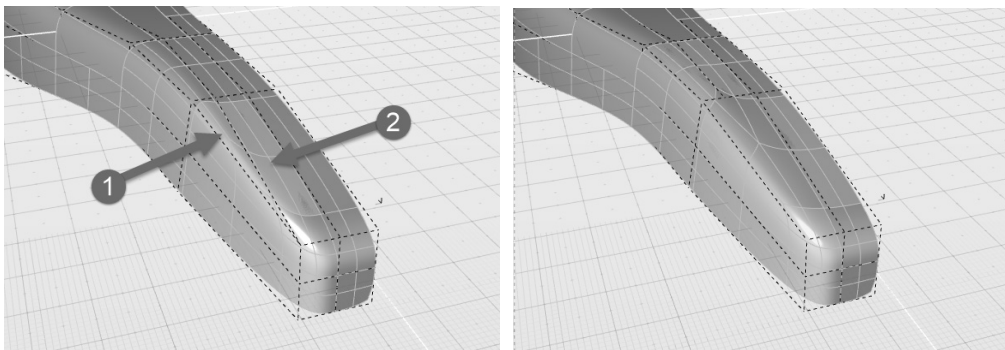

图 7-73 依次点选两个面（左），获得合并结果（右）
4) 按快捷键〈D〉激活编辑面状态。在控制面板中，单击“合并模式”按钮，随后点选要进行合并的两个面，如图 7-73（左）所示，合并结果如图 7-73（右）所示。